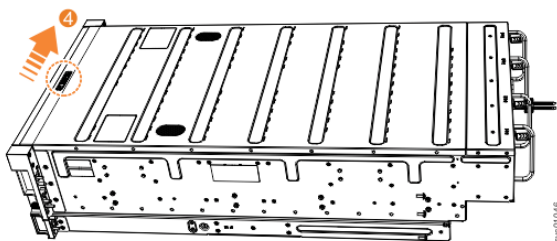

图 80. 锁定顶盖
5. 通过滑动释放杆 **4** 将外盖锁定到位，如第 63 页的图 80 中所示